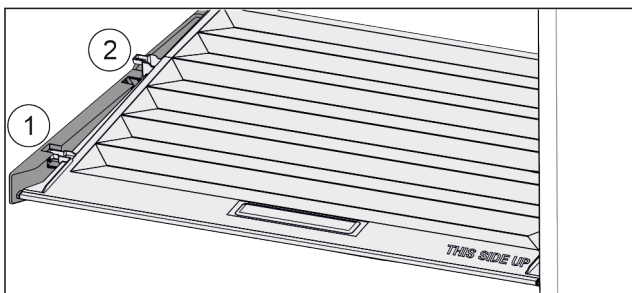

Fig. 73
- ▶ Trageți capacul în față Fig. 73 (1) până la orificiul din piesele suportului.
- ▶ Ridicați în spate de jos și scoateți Fig. 73 (2) în sus.